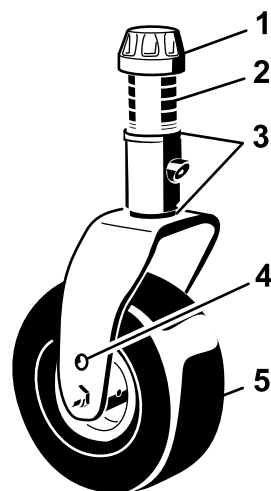
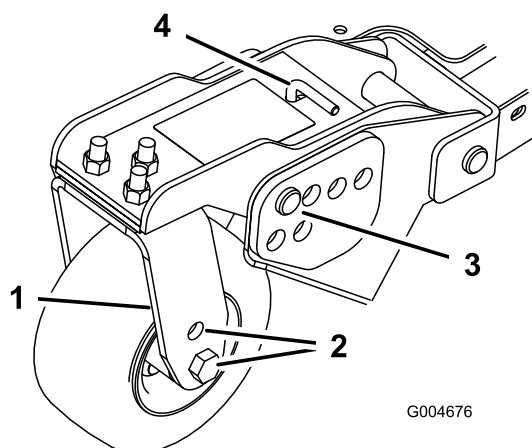
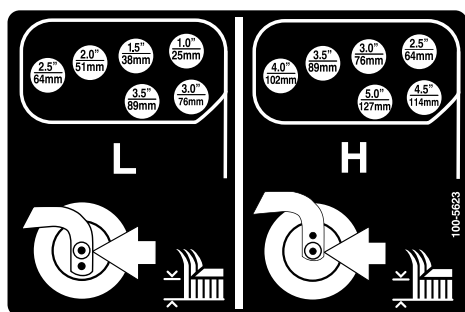

Figura 22
Figura 24
Figura 25
1. Coloque los ejes de las ruedas giratorias en el mismo taladro en todas las horquillas (Figura 22 y Figura 24). Consulte en la tabla siguiente el taladro correcto para cada altura.
2. Retire el casquillo tensor del eje (Figura 22) y deslice el eje fuera del brazo de la rueda giratoria. Coloque los dos suplementos (3 mm) en el eje de la misma forma que en la instalación original. Estos suplementos son necesarios para obtener el mismo nivel en toda la anchura
4. Retire la chaveta y los pasadores de los brazos de pivote de las ruedas giratorias (Figura 24).
5. Gire la varilla tensora para elevar o bajar el brazo de pivote hasta que los taladros estén alineados con los taladros seleccionados del soporte de ajuste de la altura de corte en el bastidor de la unidad de corte (Figura 24 y Figura 25).